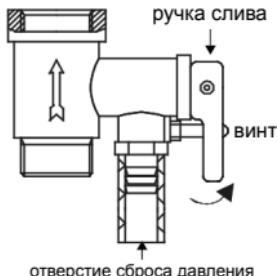

Рис. 6
- На входной патрубок обозначенный голубым цветом и стрелкой направления течения воды накрутите предохранительный клапан так, чтобы течение воды совпадало с направлением стрелки на корпусе клапана. На отверстие сброса давления предохранительного клапана (см. рис. 6) оденьте дренажную трубку\* для отвода воды (возможно появление при нагревании) в канализацию (трубку необходимо направить строго вниз и запрещено перегибать её).
6. Чтобы слить воду из внутреннего резервуара необходимо, воспользоваться предохранительным клапаном: открутить винт ручки слива предохранительного клапана и перевести ручку слива в верхнее положение, при этом кран выхода горячей воды должен быть открыт, а кран подачи холодной воды в водонагреватель должен быть перекрыт (смотри рис. 6). Из отверстияброса давления предохранительного клапана потечет вода. Никогда не сливайте воду, если ее температура выше 50 °C, т. к. это может привести к ожогам.